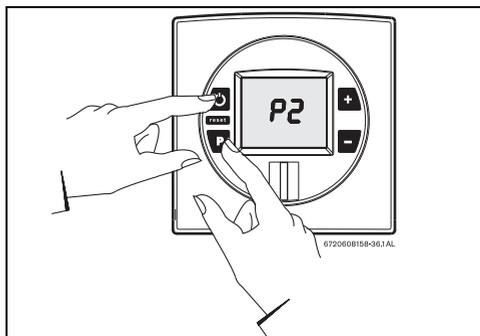

Рис. 46
- ▶ Нажмите и удерживайте кнопку программирования и нажмите кнопку «Вкл./выкл.» для включения прибора (см. Рис. 46).